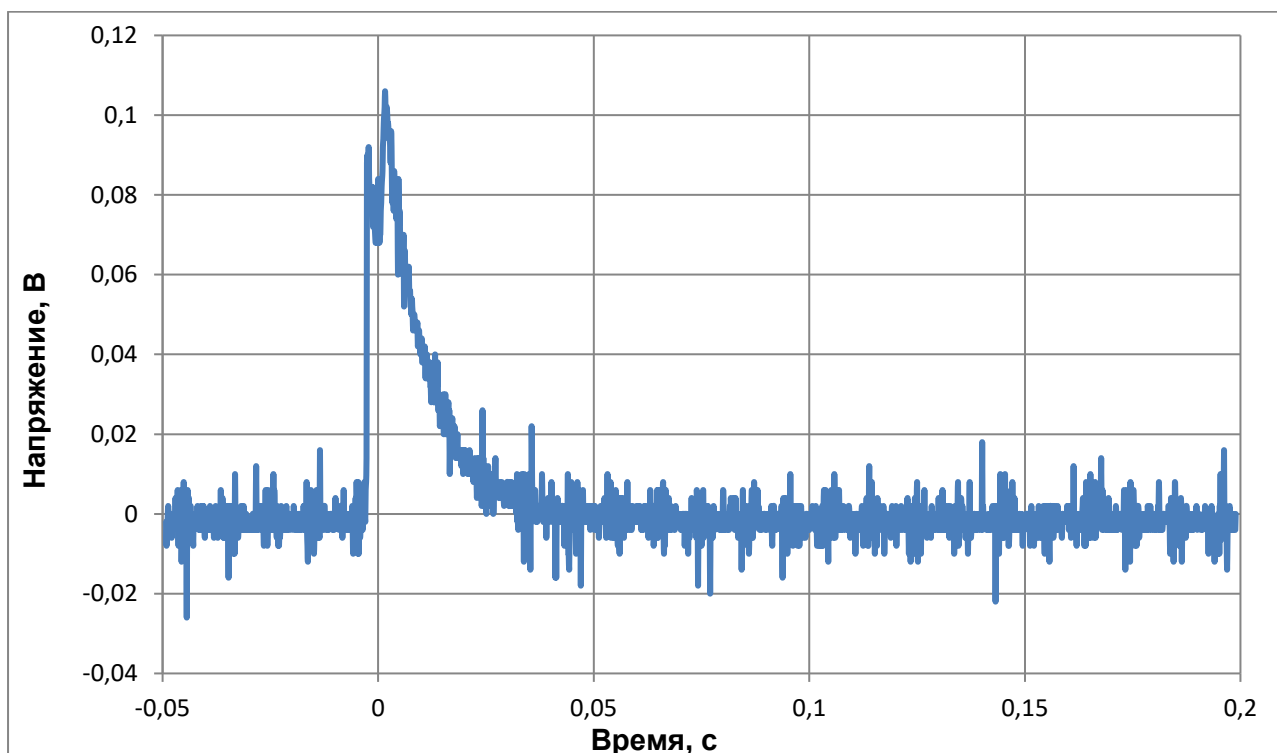
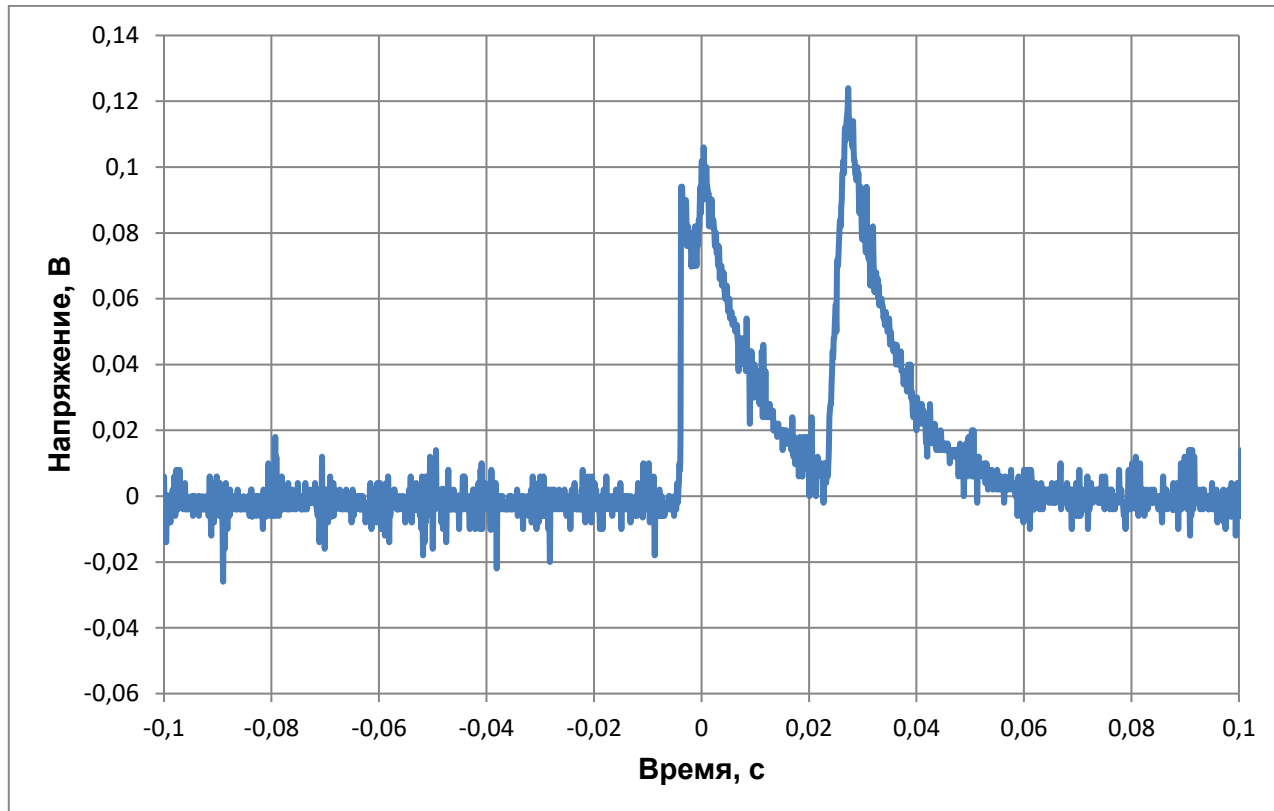

Рис. 2. Типичная диаграмма потребления тока за один рабочий импульс ($R = 100 \text{ Ом}$, $U = 3.3 \text{ В}$)
Рис. 3. Типичная диаграмма потребления тока за один рабочий импульс при передаче данных по команде <@> ($R = 100 \text{ Ом}$, $U = 3.3 \text{ В}$)
- Датчик работает в импульсном режиме. Период следования импульсов – около 320 мс, максимальный импульсный ток при передаче данных – 2 мА (см. Рис. 2 и Рис. 3). Средний ток потребления 35 мкА макс. при нормальных условиях и 40 мкА макс. при $-40...+60\text{ }^{\circ}\text{C}$.